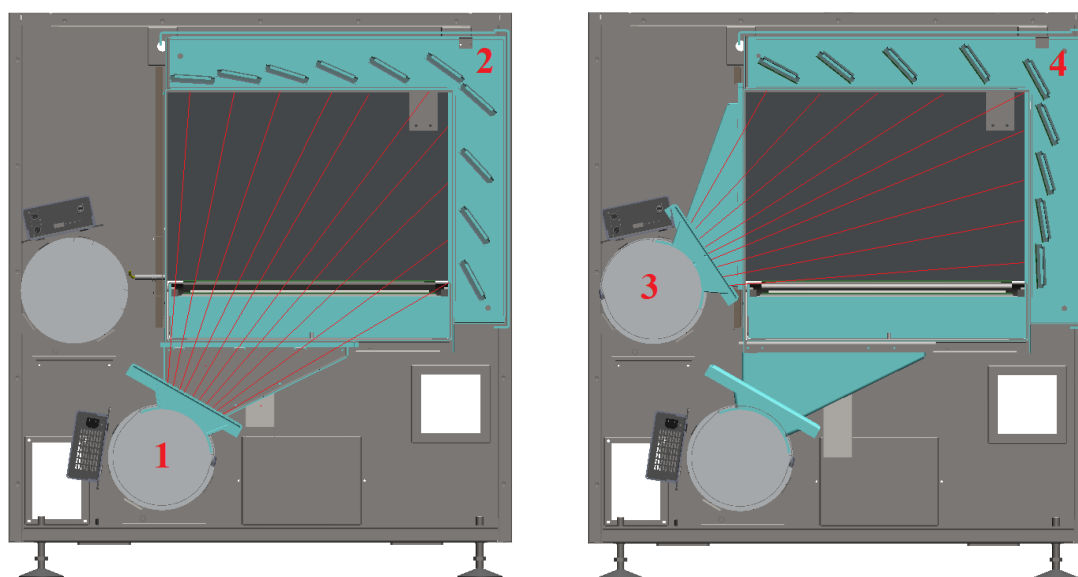

Рис. 1. Геометрия просвечивания Объекта на примере двухракурсного РТУ:
1.4.5 Формирование плоских веерных потоков, перпендикулярных движению транспортера, осуществляется с помощью щелевых коллиматоров, входящих конструктивно в блоки излучателей и в блоки линейных детекторов (Рис. 1).